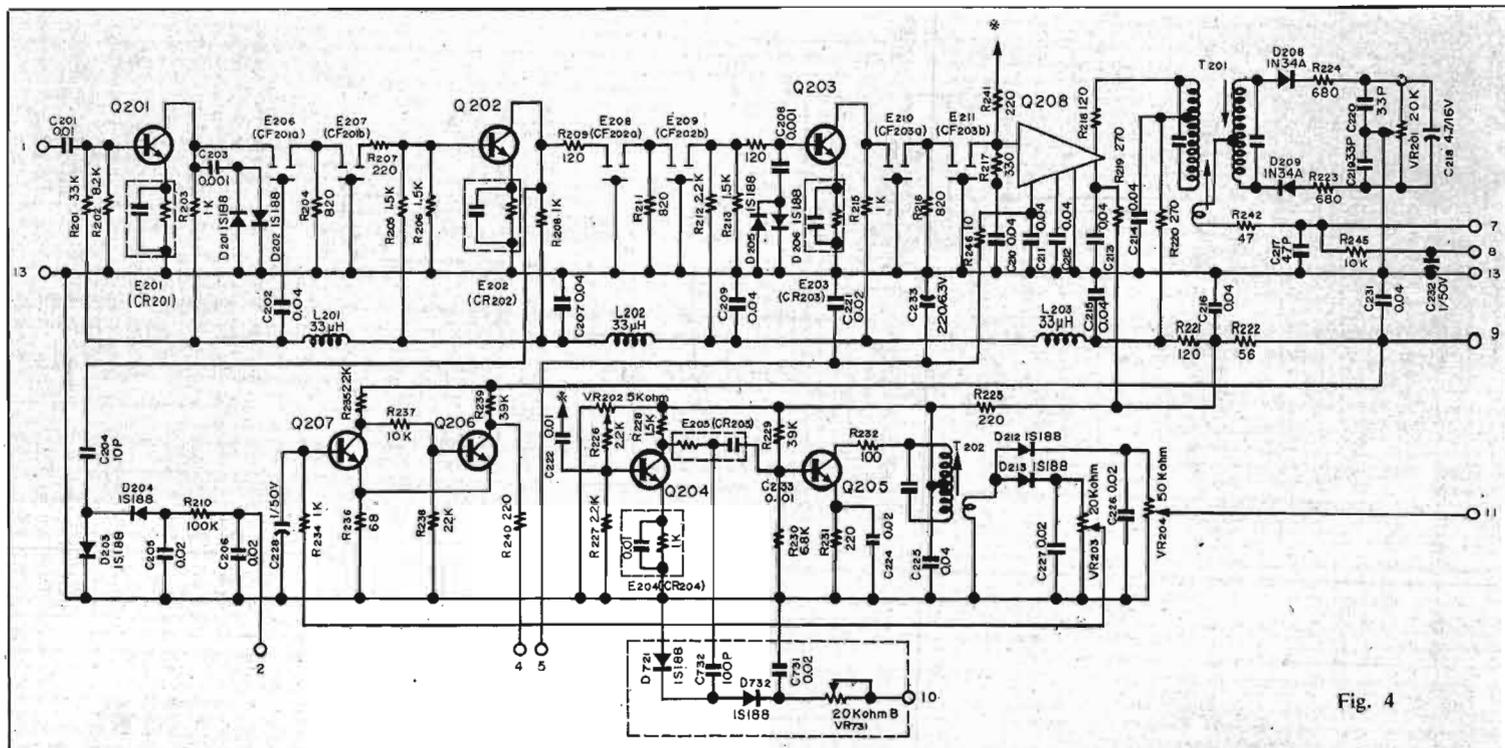

Fig. 4
**Chaîne FI 10,7 MHz (Fig. 4).** La chaîne d'amplification comporte quatre étages: les trois premiers utilisent des transistors bipolaires, le dernier un circuit intégré. Nous notons que les charges inter-étages, à part le discriminateur, sont des filtres céramiques. Cette disposition présente deux avantages importants: pas de réglage de la chaîne FI, courbe de sélectivité à flancs très raides, et conservation des performances dans le temps.